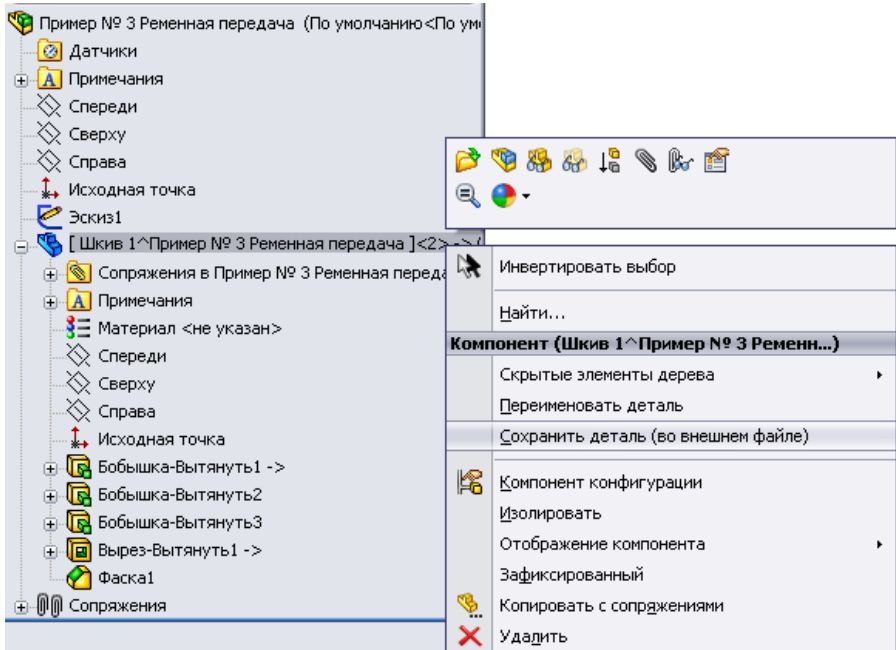

Рисунок 11.75 - Збереження віртуального компонента в окремому файлі
12. Нове ім'я деталі також буде зазначено у квадратних дужках, деталь є віртуальним компонентом складання. Щоб зберегти віртуальний компонент в окремому файлі, клацніть правою кнопкою миші ім'я деталі й виберіть у контекстному меню команду **«Сохранить деталь (во внешнем файле)»** (рис. 11.75).